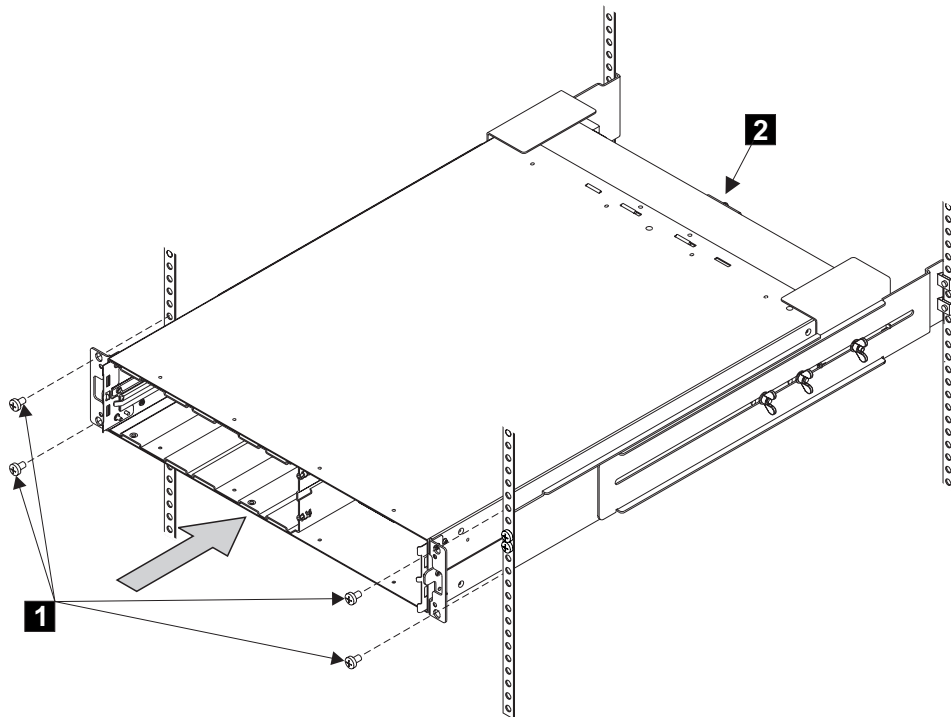

図 234. 2145 UPS のラックへの再取り付け
- 5. 正面の平頭ねじ **1** をインストールします (図 234 を参照)。